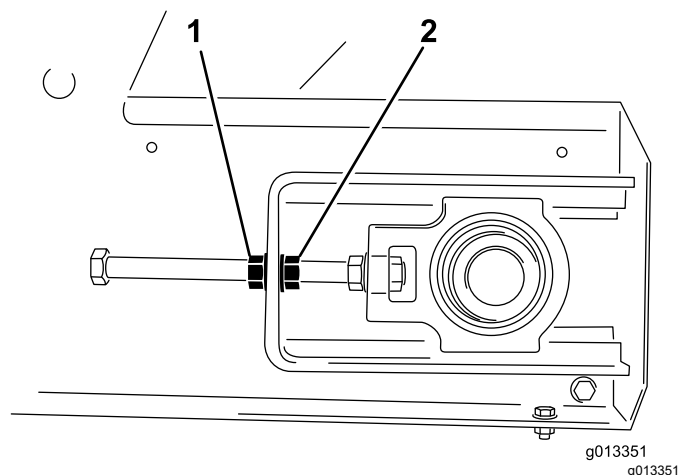

Figure 59
- Avec deux clés, immobilisez l'extrémité de la tige de tension et desserrez l'écrou de blocage qui est celui le plus près de l'extrémité de la tige (Figure 59).
- Du côté vers lequel se déporte la bande, immobilisez l'extrémité de la tige de tension et desserrez l'écrou de blocage, puis serrez l'écrou de réglage de la valeur de deux pans (Figure 59).